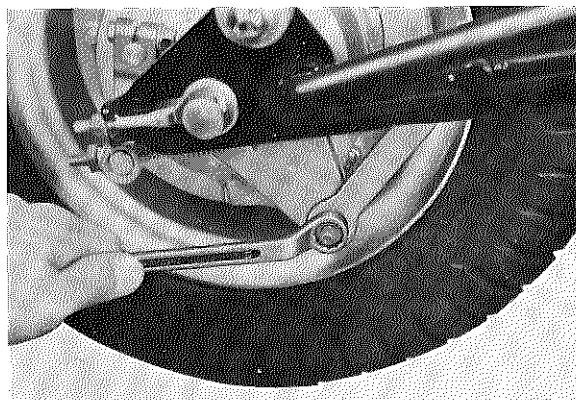

Fig. 5-2-1
1. Remove the tension bar and brake rod from rear shoe plate. (Fig. 5-2-1)
1. Enlever la patte d'écartement et la tringle de frein arrière du plateau porte-segments (Fig. 5-2-1).
1. Zugstange und Bremsstange von der hinteren Bremsbackenscheibe abnehmen. (Fig. 5-2-1)